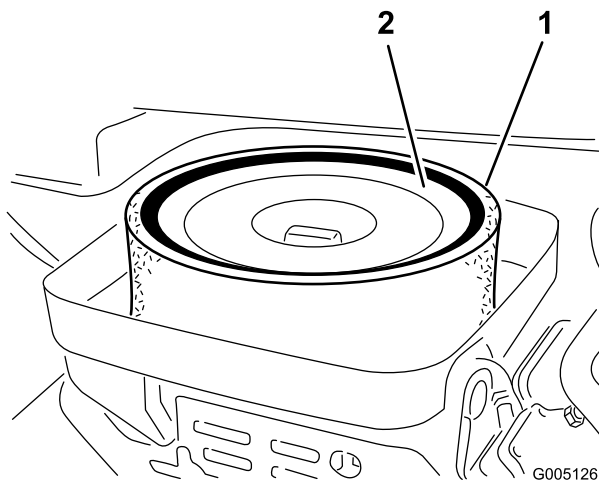

図 44
3. スポンジ（図 44）を点検し、汚れていればペーパー・エレメントから外す。以下の要領で丁寧に清掃してください：